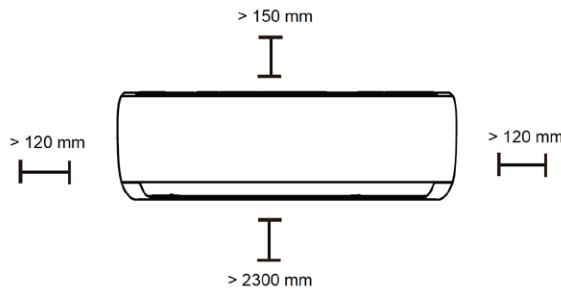

fig. 7 -
**Choix du lieu d'installation.** L'installation doit se faire en conformité avec les conditions énumérées dans la section « Schémas d'installation », indiquées dans le manuel des unités extérieures. Placez l'appareil aussi bas que possible, tout en garantissant 15 cm d'espace libre au-dessus de l'appareil. Il est recommandé de respecter les espaces indiqués ("fig. 7 -"). Avant de procéder à la fixation au mur, vérifiez que ce mur est capable de supporter le poids de l'appareil, que le flux d'air n'est pas gêné par des rideaux ou autre et que la position est appropriée pour garantir une diffusion optimale de l'air dans la pièce.